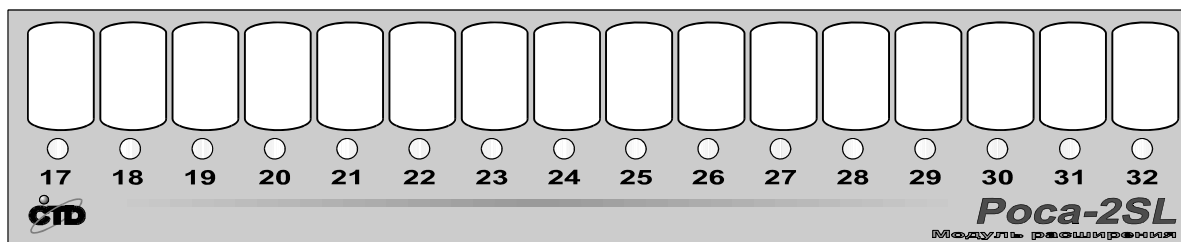

Рисунок 2-2 Внешний вид модуля расширения (пожарный вариант).
2.1.13. На лицевой панели МР расположены (Рисунок 2-2):